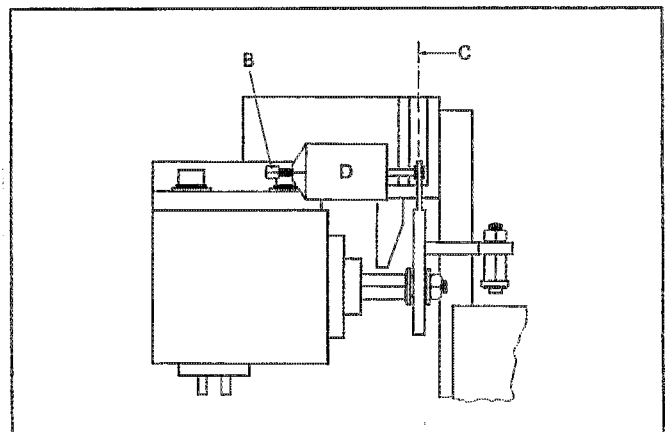

Fig. 3.6
- wechselweise Taste PLAY und STOP drücken und die Bewegung des Schwenkträgers beobachten. Durch Drehen der Sechskantmutter [B] am Kolbendämpfer\* (Fig. 3.6) die Dämpfung so einstellen, dass sich der Schwenkträger kontinuierlich und nicht ruckartig in die PLAY- oder STOP-Position begibt
Der Kolbendämpfer muss so eingestellt sein, dass sich der Schwenkträger (Cassette eingelegt) beim Drücken der Tasten PLAY und STOP schnell aber ohne ein zu starkes Anschlaggeräusch in die jeweilige Position bewegt. Dieser Vorgang muss innerhalb von 0,5 bis 0,8 s ausgeführt sein. Bei zeitweisem Blockieren des Schwenkträgers ist die Dämpfungspumpe [D] (Fig. 3.6) und die Achse [C] auf Leichtgängigkeit zu prüfen. Der Kolbendämpfer\* wird mit Schraube [B] eingestellt. Die Einstellung muss bei Betriebstemperatur des Andruckmagneten erfolgen.